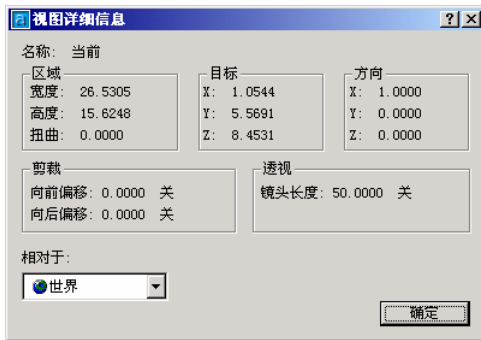

图 1-35 视图的详细信息
⑤在“视图”对话框的视图列表中选择某个视图, 然后单击“详细信息”按钮, 可以在弹出的对话框中显示视图的详细信息, 如图 1-35 所示。
⑥在“视图”对话框的视图列表中选择某个视图, 单击右键弹出快捷菜单, 选择“重命名”菜单项, 可以重新设置视图的名称, 通过对“当前”视图的重命名, 可以将当前视图命